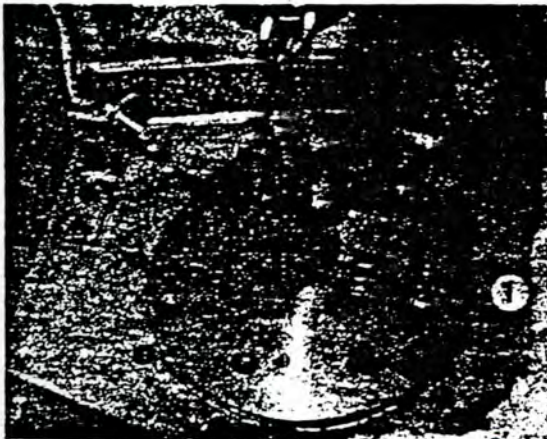

Fig. 2
- Getriebe mit zwei Haken innen einhängen (Fig. 2) und die gelockerten sechs Schrauben (Fig. 2/1) entfernen.
- Attach transmission to 2 hooks at inside (Fig. 2) and remove the 6 loose bolts (Fig. 2/1).